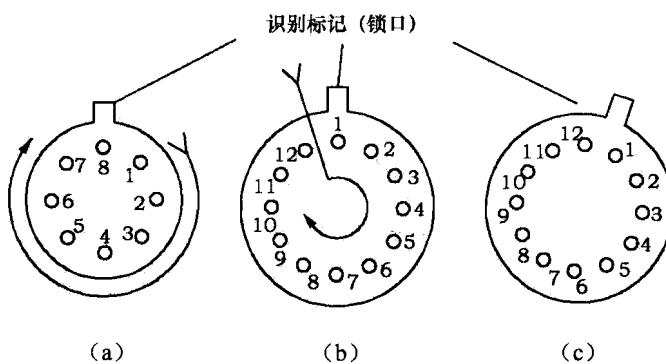

图 1-1 多管脚金属圆壳封装集成电路的识别方法
多管脚的金属圆壳封装集成电路的识别方法如图 1-1 所示。
如果集成电路是国标、部标或进口产品，对小金属圆壳封装器件而言，1 号管脚应是定位标记所对应管脚后的那个管脚，即定位标记所对应的管脚为最末一个管脚，如图 1-1 (a) 所示。
定位标记对应的管脚即 1 号管脚，如图 1-1 (b) 所示。
定位标记处在第 1 脚和最末脚所对应的中间位置上，如图 1-1 (c) 所示。
- ① 对于扁平封装的集成电路，其识别标记一般是在器件端面刻上一小片类似管状的金属片，或在封装表面上部设置一个小圆点（或小圆圈、色点）。
- ② 塑封双列直插集成电路的标记是弧形凹口，圆形凹坑或小圆圈，进口器件的标记花样很多，这里列出常见的集成电路识别标记。
- ③ 塑封双列直插器件的标记为金属键。不过，有些集成电路封装表面另有色点等标记，即有双重识别标记，如图 1-1 (b)、(c) 所示。